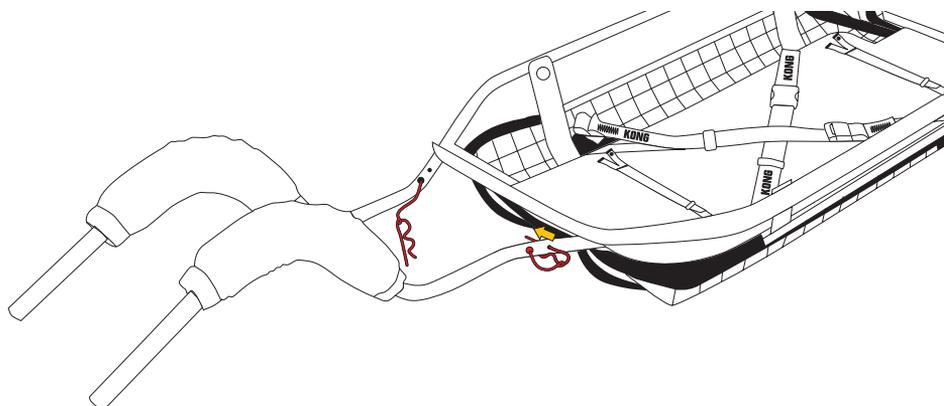

Fig.16
- bloccare il collegamento inserendo la spina sagomata nel relativo foro (fig. 16).